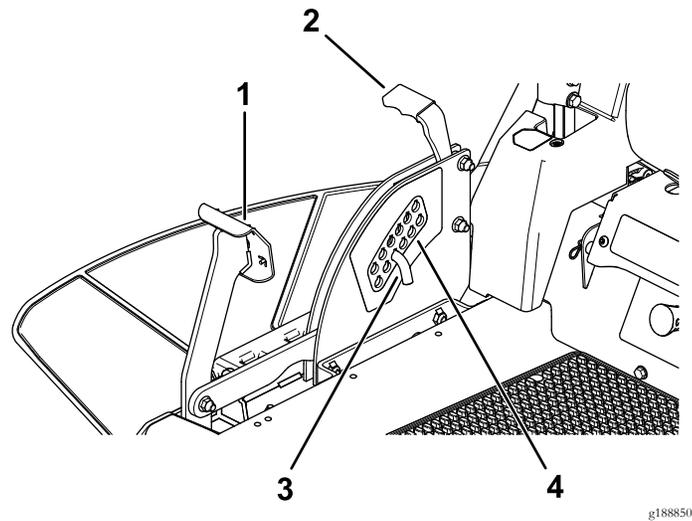

Figura 26
1. Pise el pedal de elevación de la carcasa y eleve la carcasa a la posición de bloqueo de transporte, que es también la posición de altura de corte de 114 mm, tal y como se muestra en la Figura 26.
2. Para ajustar la altura de corte, retire el pasador del soporte de altura de corte (Figura 26).
3. Seleccione el taladro del sistema de altura de corte que corresponde a la altura de corte deseada, e inserte el pasador (Figura 26).